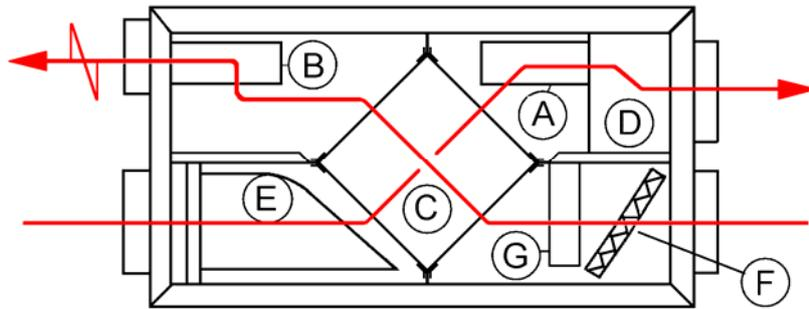

Fig. 2
Lampesignal (11) lyser når innstilt driftstid mellom bytte av tilluftfilter (E, fig. 2) er utløpt. Ventilasjonsaggregatet kan fortsatt benyttes, men effekten vil bli redusert dersom ikke filteret byttes. Driftstid (6, 9 eller 12 mnd.) mellom filterbytte kan stilles inn vha. brytere på betjeningspanelet (se montasjeanvisning). Etter bytte av tilluftfilter nullstilles driftstiden mellom filterbytte (se vedlikehold, pkt. 2, Bytte av tilluftfilter).
NB! Avtrekksfilteret (F, fig. 2) av aluminium, byttes ikke, men må rengjøres regelmessig. (Se kapittel for vedlikehold).
Lampan (11) lyser när inställd driftstid mellan filterbyterna (tilluftfilter E, fig. 2) har passerat. Aggregatet kan fortsatt vara i drift med effekten blir reducerad om inte filtret byts. Driftstiden/ bytesintervallen kan ställas in via aggregatets kontrollpanel (6, 9 eller 12 månader, se montageanvisning). Efter bytet av filtret, nollställs driftstiden – se under skötsel: punkt 2.
OBS! Frånluftsfiltret (F, fig 2) av aluminium, byts inte, men ska rengöras frekvent. (se kap. skötsel).